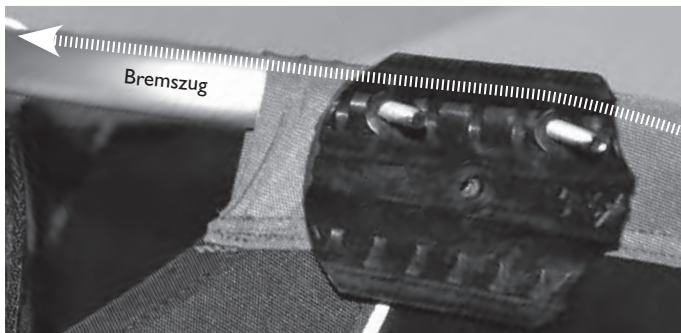

Abbildung 16
5. Verlegen Sie den Bremszug so auf der Innenseite des Schiebebügels, dass er oberhalb der Schraubenbohrung durch die Innenschale verläuft. Setzen Sie anschließend die Außenschale wieder auf und ziehen Sie die Rändelrad-Schraube fest (s. Abbildung 16).